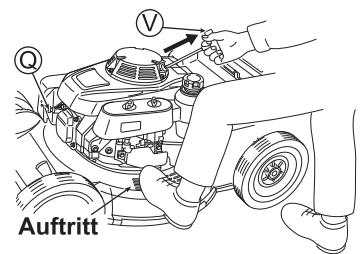

Abb. 13
- Installieren Sie die Zündkerzenkappe (Q). (Siehe Abb. 13)
- Um den Motor zu starten, stellen Sie einen Fuß auf den Auftritt am Gehäuse, ziehen Sie leicht am Startergriff (V) und halten Sie kurz an einer Position inne, von der aus Sie kräftig am Griff ziehen können. Ziehen Sie anschließend von dieser Position aus kräftig am Griff. Lassen Sie den Startergriff (V) danach langsam los. (Siehe Abb. 13)